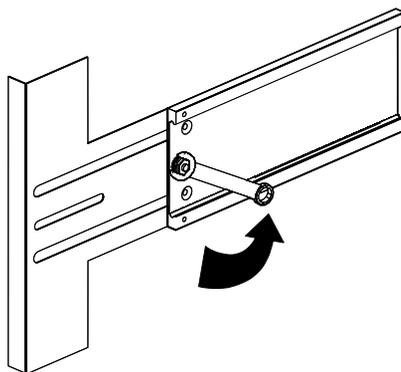

図 1-17 スライド固定ナットの取り外し
1. 各スライド部品の背面側のナットおよびワッシャーを取り外します (図 1-17)。